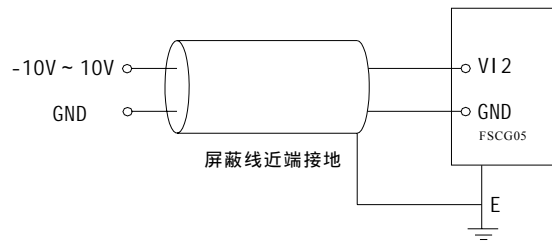

图 2-33 VI2 端子模拟信号输入接线示意图
2.12.2 VI2 端子模拟信号输入接线示意图如图 2-33 所示。